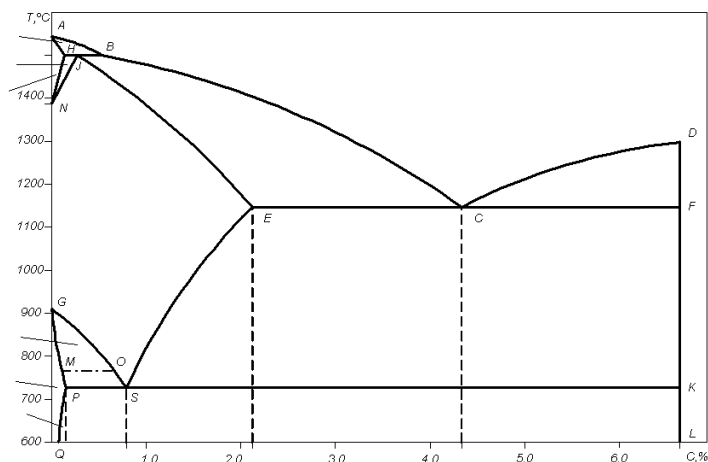

Рис. 1
1. По диаграмме состояния «Fe–Fe3C» (рис. 1.):